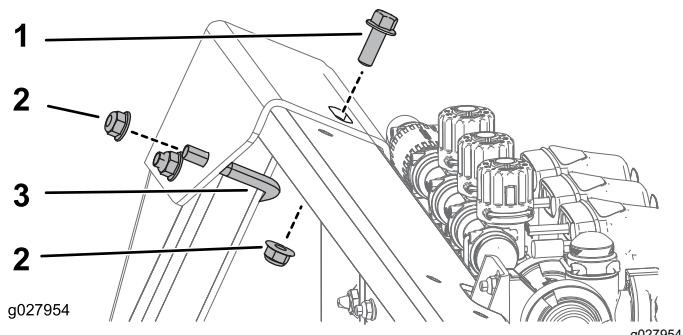

Figura 10
2. Fixai partea din spate a consolei superioare folosind 1 urub în U, 1 urub ($\frac{3}{8}$ -16 x 1") i 3 piulie cu guler ($\frac{3}{8}$ -16"), după cum se arată în Figura 10.